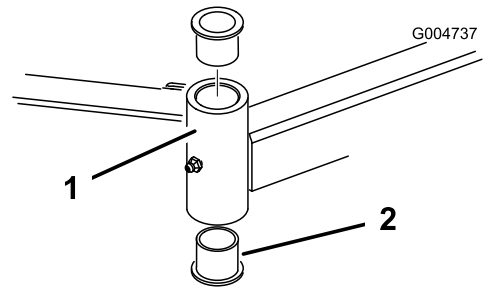

Figura 87
4. Inserite un punteruolo nella parte superiore o inferiore del tubo di fissaggio, e spingete la boccola fuori del tubo (Figura 87). Estraete dal tubo anche l'altra boccola. Pulite l'interno dei tubi di fissaggio.